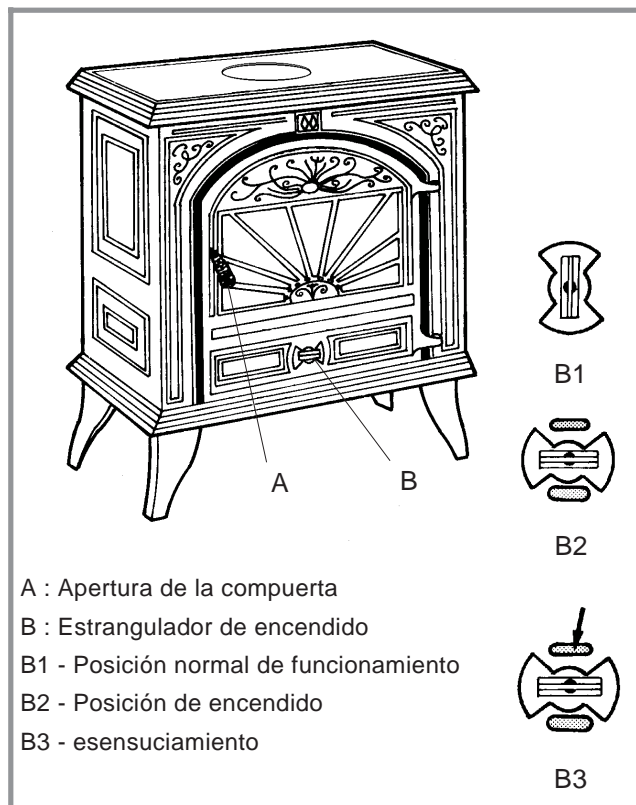

Fig. 9 - Organos de maniobra
- insertar el atizador en la apertura de arriba (fig. 9 - B3)